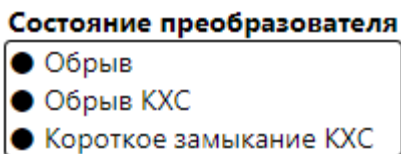

Рисунок 13 — Область «Состояние преобразователя»
3.3.9 При работе с термopарами с включенным датчиком температуры холодного спая, в область «Состояние преобразователя» выводится индикатор обрыва линии связи с первичным преобразователем и индикаторы обрыва или короткого замыкания внутреннего датчика температуры холодного спая (см. рисунок 13).